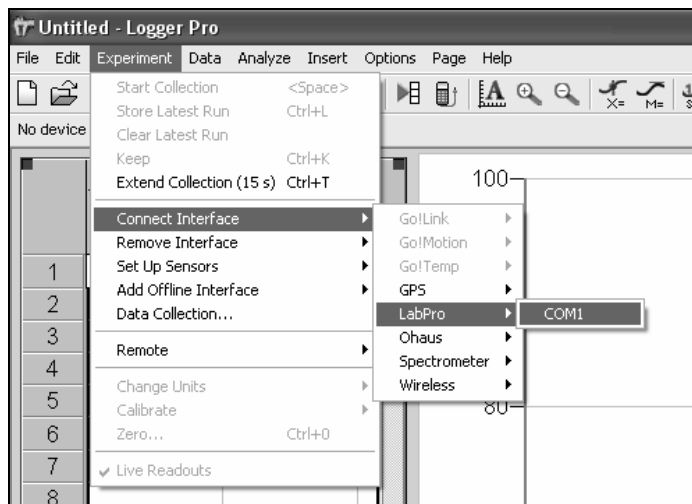

Figura 5.pH. Punto 3 de la Captura de datos de una valoración ácido – base.
3. Si por alguna razón no se registra el sensor de pH automáticamente, se observa esto ya que el botón de recopilación de datos ("Collect") no se puede utilizar; en cuanto se despliega la página de medición en el Menú llamado Experimento ("Experiment") señalamos con el ratón Conectar Interfaz ("Connect Interface") y se despliega otra ventana donde se debe señalar LabPro y finalmente hacer clic en COM1 (Figura 5.pH).